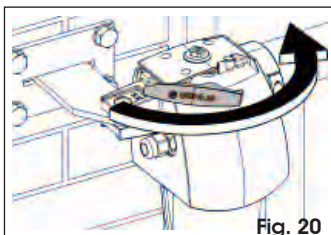

Fig. 20
2. Sluit de ontgrendelingshendel (Fig. 20).